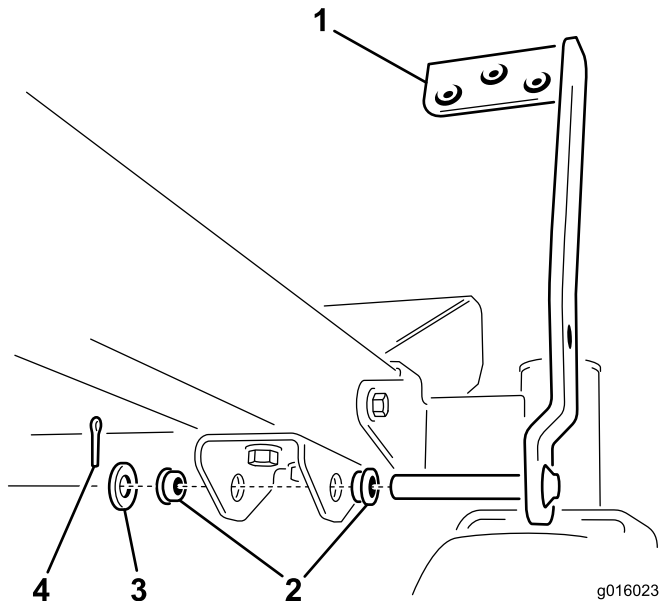

Figura 6
1. Instale un casquillo con brida en cada taladro del soporte, según se muestra en Figura 6.
2. Monte el pedal en el soporte delantero (Figura 6), introduciendo el bulón del pedal en los taladros del soporte que llevan casquillos con brida.